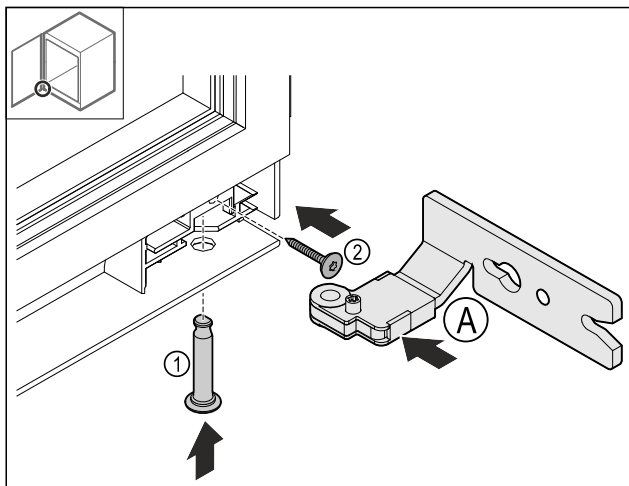

Fig. 26
- ▶ Vložte spodní závěs Fig. 26 (A).
- ▶ Nasad'te a pevně držte čep Fig. 26 (1).
- ▶ Pevně držte šroub Fig. 26 (2).